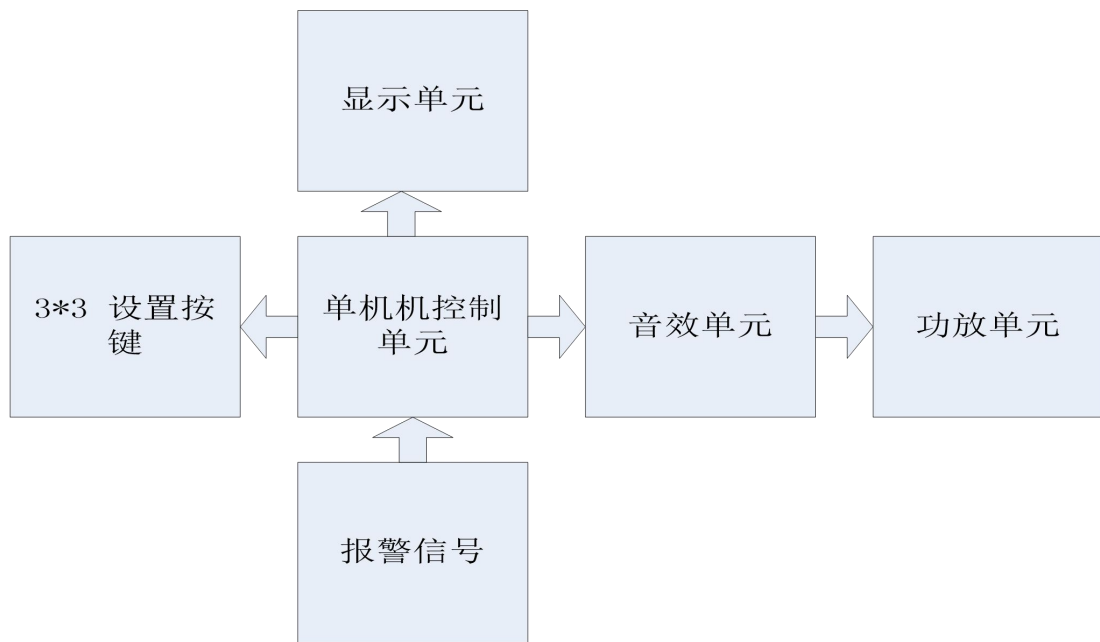

图 1 系统框架图
2、《校园报警器设计》系统框架，如图 1（具体电路图可以参考硬件设计）